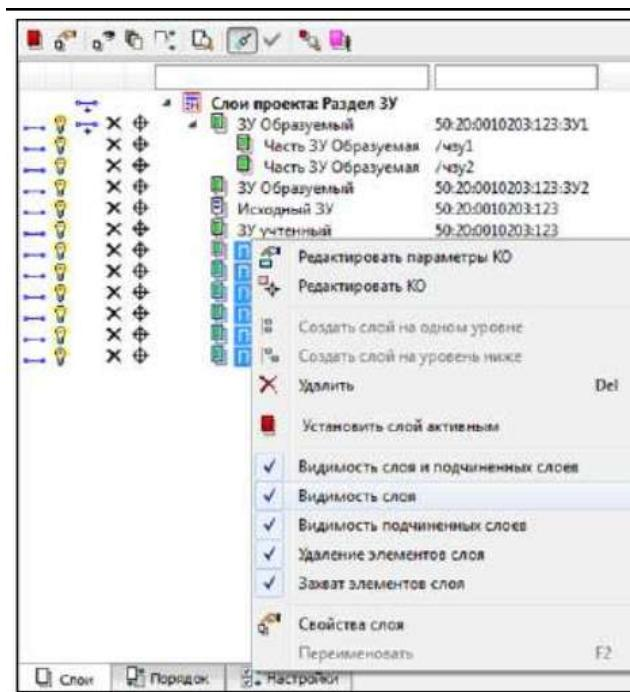

Рисунок 10 – Графическое окно слои проекта: Раздел ЗУ
5. Отключите видимость слоев – **Пункт ОМС** (рис. 10).